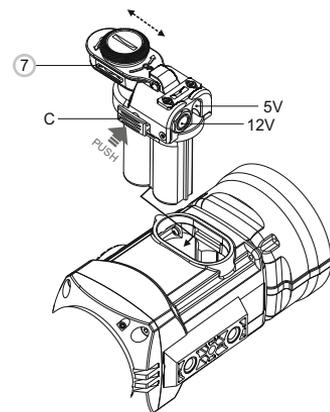

Fig. 3
- Installez l'adaptateur d'alimentation externe dans le compartiment à piles du monoculaire (voir Fig. 3) appuyez fermement dessus pour vous assurer de que les loquets de l'adaptateur (C) soit encliquetés des deux côtés.
- Fixez le couvercle (7) sur l'adaptateur (voir Fig. 3).
- Allumez l'appareil avec une pression courte sur le bouton «ON/OFF» (9).